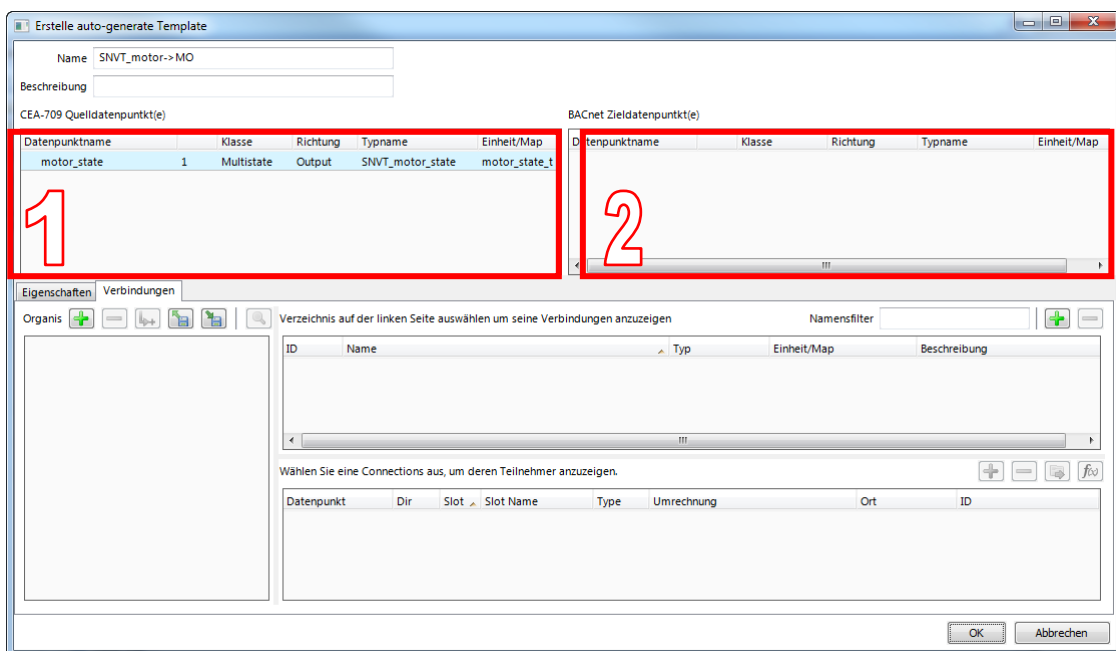

Abbildung 57: Auto-Generate Template bearbeiten.
3. Der Dialog zum Bearbeiten von Auto-Generate Templates öffnet sich wie in Abbildung 57 dargestellt. Er besitzt zwei Datenpunkt-Listen. Die linke Liste (mit '1' bezeichnet) ist mit den gewählten Quell-Datenpunkten vorausgefüllt. Sie sind gesperrt und können nicht weiter modifiziert werden. Die rechte Liste (mit '2' bezeichnet) ist für das Erstellen der gewünschten Ziel-Datenpunkte vorgesehen.
- Der Dialog zum Bearbeiten von Auto-Generate Templates öffnet sich wie in Abbildung 57 dargestellt. Er besitzt zwei Datenpunkt-Listen. Die linke Liste (mit '1' bezeichnet) ist mit den gewählten Quell-Datenpunkten vorausgefüllt. Sie sind gesperrt und können nicht weiter modifiziert werden. Die rechte Liste (mit '2' bezeichnet) ist für das Erstellen der gewünschten Ziel-Datenpunkte vorgesehen.